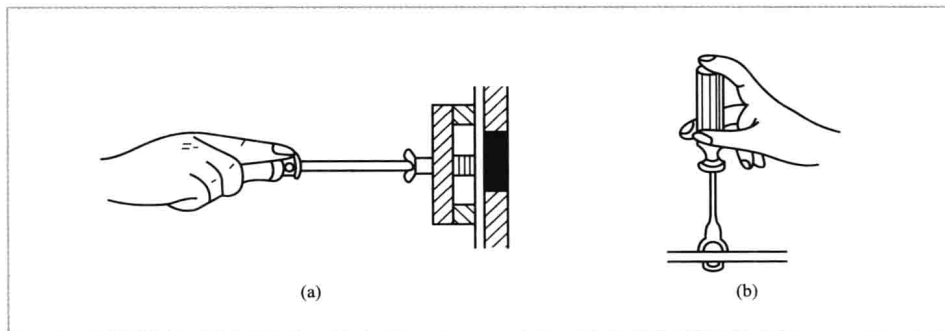

图 1-3 螺丝刀的使用
(1) 在旋转大螺钉时使用大螺丝刀，用大拇指、食指和中指握住手柄，手掌要顶住手柄的末端，以防螺丝刀转动时滑脱，如图 1-3 (a) 所示。
(2) 在旋转小螺钉时，用拇指和中指握住手柄，而用食指顶住手柄的末端，如图 1-3 (b) 所示。